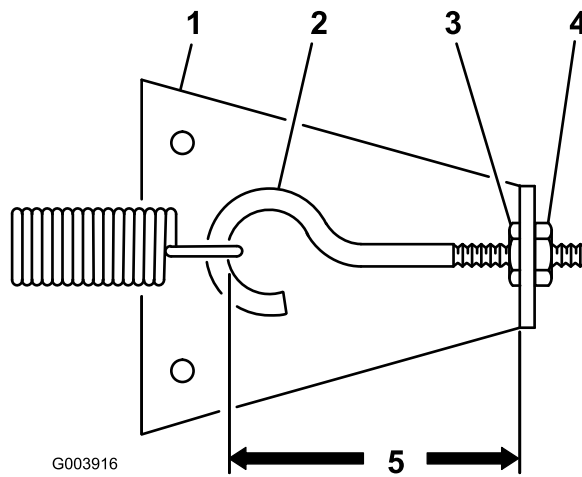

Figura 62
- Desaperte a porca de bloqueio interior que fixa o parafuso com olhal à placa do fixador da mola (Figura 62).
- Rode a porca de bloqueio exterior no sentido dos ponteiros do relógio até a distância entre o interior do circuito do parafuso com olhal e o interior da placa do fixador da mola ser reduzida para 3 mm, como indicado em Figura 62. Aperte a porca de bloqueio interior.